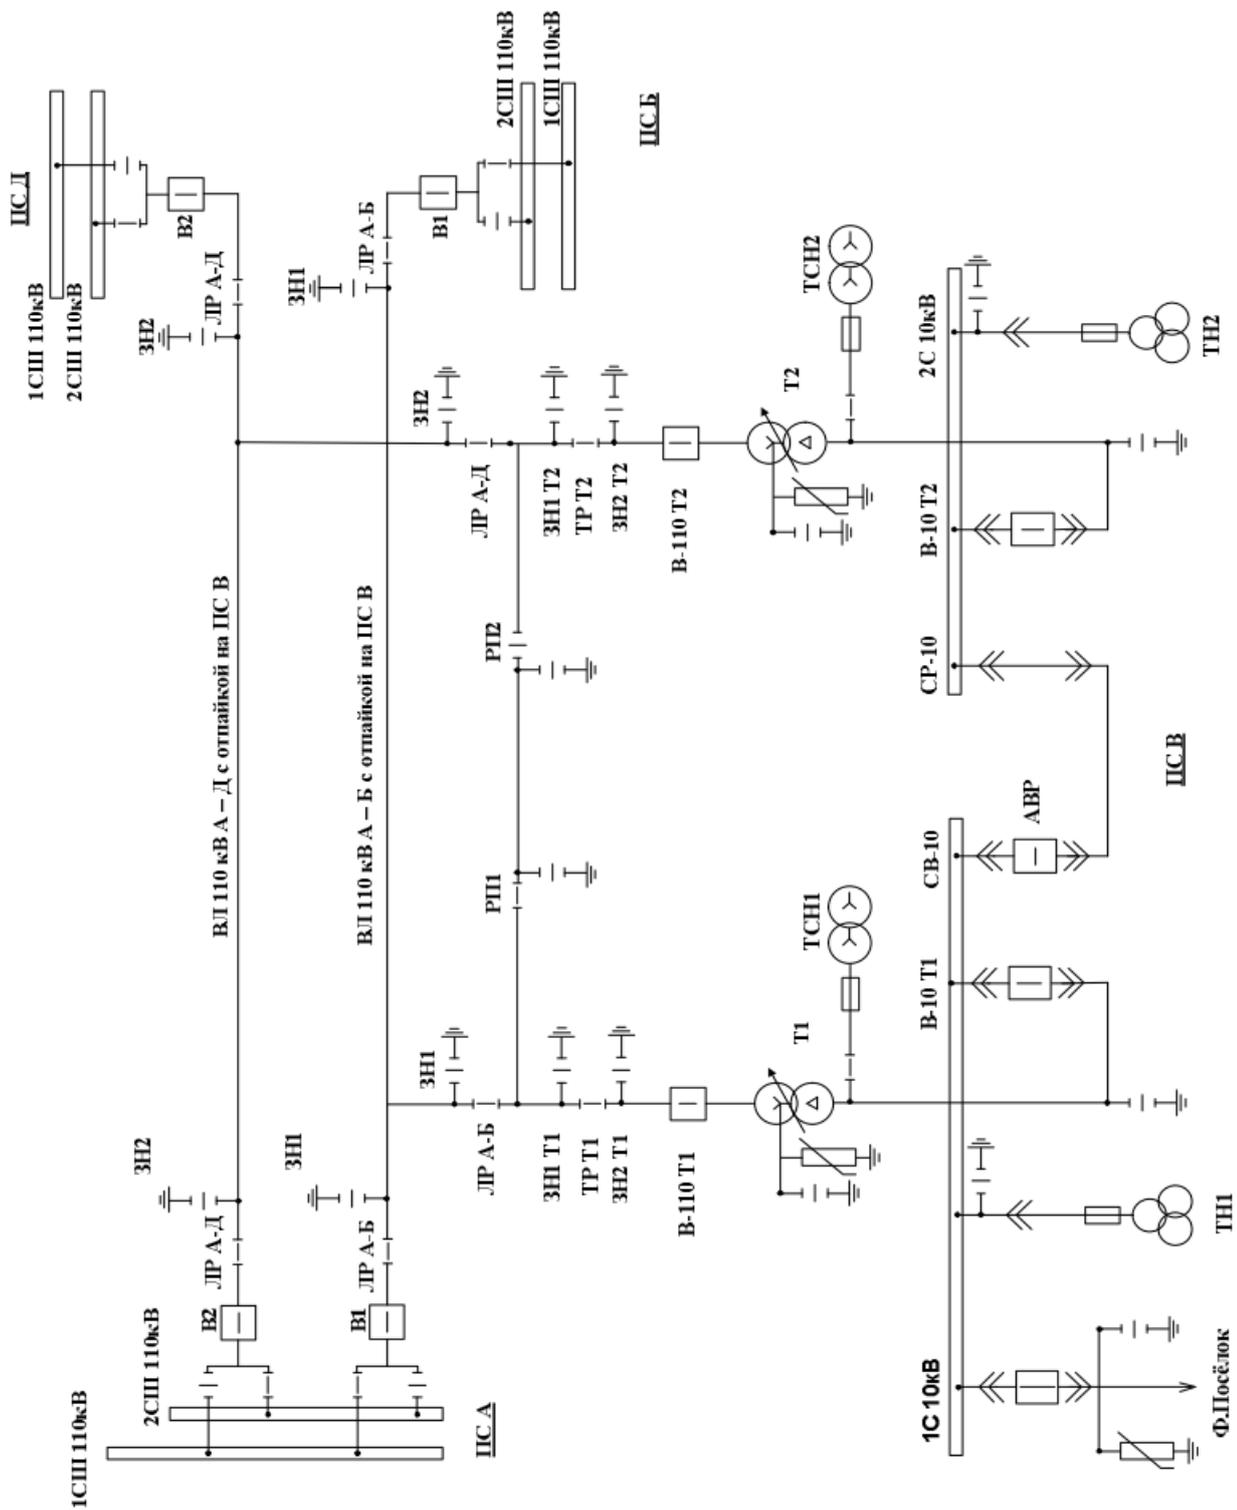

Рисунок 2. Участок сети 110 кВ с отпаечной двухтрансформаторной подстанцией, питающейся от двух транзитных линий электропередачи
2. Участок сети 110 кВ с отпаечной двухтрансформаторной подстанцией, питающейся от двух транзитных линий электропередачи (Рисунок 2).
3. Произвести вывод в ремонт ВЛ 110 кВ А – Д с отпайкой на ПС В для участка сети рисунок 2.
4. Произвести ввод в работу ВЛ 110 кВ А – Д с отпайкой на ПС В для участка сети рисунок 2.